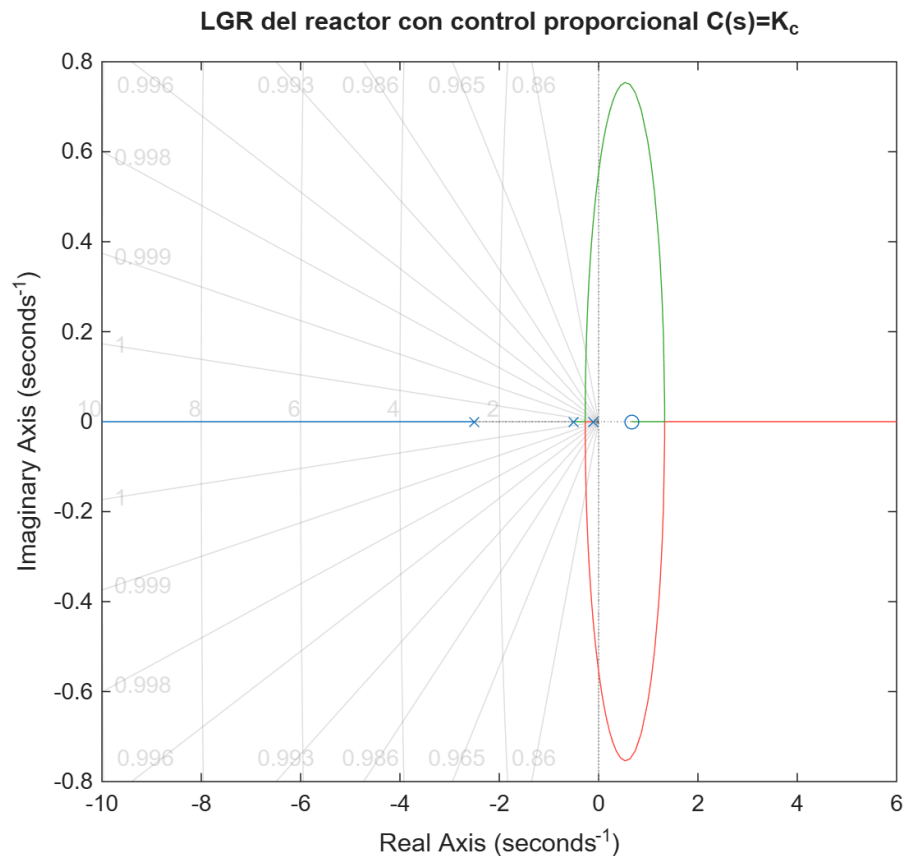

Figura 3: LGR del Problema 1 con $C(s) = K_c$.
- Interpretar un lugar de las raíces dado.** La Figura 3 muestra el LGR del sistema bajo control proporcional $C(s) = K_c$ (realimentación unitaria). Sin trazar nada, responda: ¿el